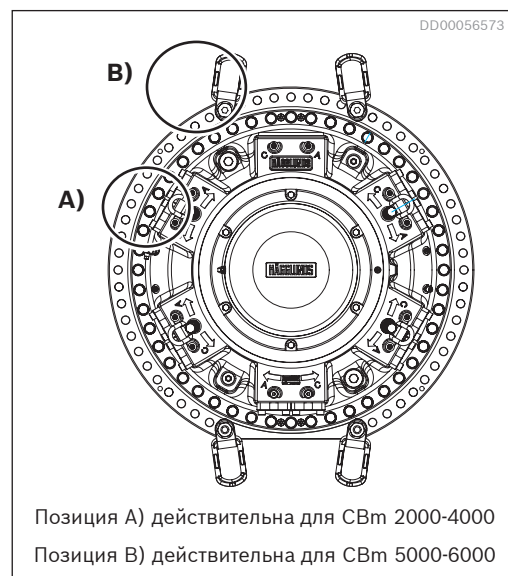

Рис. 4. Подъемные проушины на моторе
- Убедитесь в том, что используются подходящие подъемные проушины. См. Рис. 4 и Табл. 4.